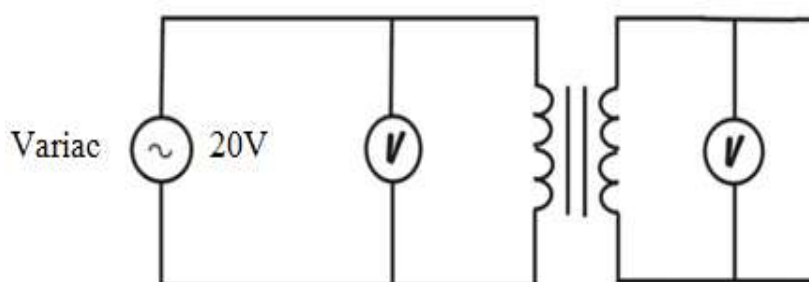

Figura 8.6 Transformador regulador
- a) Arme el circuito mostrado en la figura 8.6, empleando las bobinas iguales de 250 espiras.
- e) Reemplazar en el circuito primario de la figura 8.6, la bobina de 250 espiras por una de 1000 espiras.